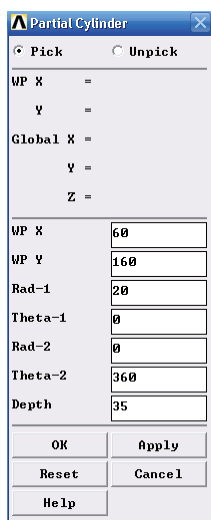

图 2-56 创建圆柱体对话框
11) 选择 Main Menu | Preprocessor | Modeling | Create | Volumes | Cylinder | Partial Cylinder 命令, 出现 Partial Cylinder 对话框, 在 WP X 输入栏中输入 60, 在 WP Y 输入栏中输入 160, 在 Rad-1 输入栏中输入 20, 在 Theta-1 输入栏中输入 0, 在 Rad-2 输入栏中输入 0, 在 Theta-2 输入栏中输入 360, 在 Depth 输入栏中输入 35, 如图 2-56 所示, 单击 OK 按钮关闭该对话框。